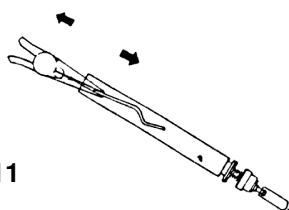

FIG. 11
4. Enlevez la tresse de refroidissement avec une pince (fig. 11 & 12).